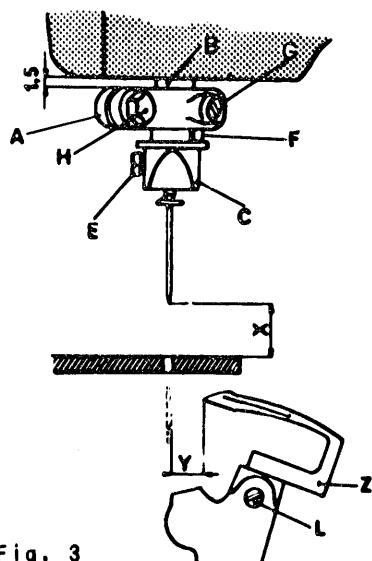
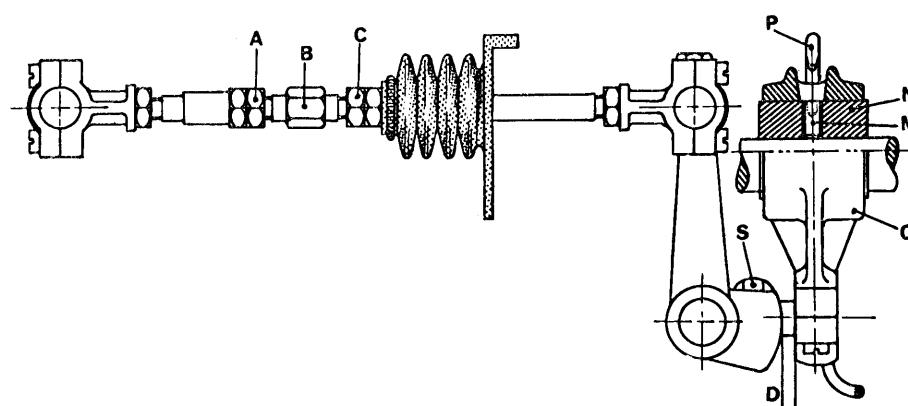

Fig. 3
Fig. 10
- S. 1651.00 per esecuzione quote come da fig. 3
- S. 1652.00 per esecuzione quote come da fig. 10
3. Posizionamento dell'ago (fig. 3)
- Inserire fino in fondo il crochet Z nell'apposita sede e bloccarlo sul piano del gambo con la vite L (fig. 3).
- Eseguire la misura D (fig. 10) col calibro S. 1652.00 per biella comando crochet agendo sul dado S.
- Ricercare la misura Y (tabella fasature) dalla punta del crochet alla tangente destra dell'ago (fig. 3).
- Allentare i controdadi A e C (fig. 10) e ruotare il perno B in un senso o nell'altro fino ad ottenere la misura Y (fig. 3 - calibro S. 1651.00).
- Bloccare leggermente i due controdadi A e C (fig. 10).
- Se la corsa del crochet è ritardata o anticipata, bisogna allentare i due grani interni M dell'eccentrico N della biella O (fig. 10) e, tenendo fermo l'eccentrico M, ruotare il volantino della macchina in modo da ottenere la condizione voluta.
- Nota: se questa conoizione non si verificasse, si deve allungare o accorciare la corsa del crochet agendo sulla vite S (fig. 10) variando così la quota D. In questo caso si devono poi rivedere tutte le condizioni di funzionamento assicurando quelle descritte nel primo capoverso.
- Bloccare i controdadi A e C (fig. 10). Nota: quando si sposta la biella per eseguire la misura D (fig. 10), tenere presente che l'eccentrico N sia sempre centrato rispetto alla testa di biella O. In caso di eccessivi spostamenti, modificare la posizione del tubetto di lubrificazione P spostandolo adeguatamente in modo che la mezzeria coincida con il centro del foro esistente sulla testa di biella O.